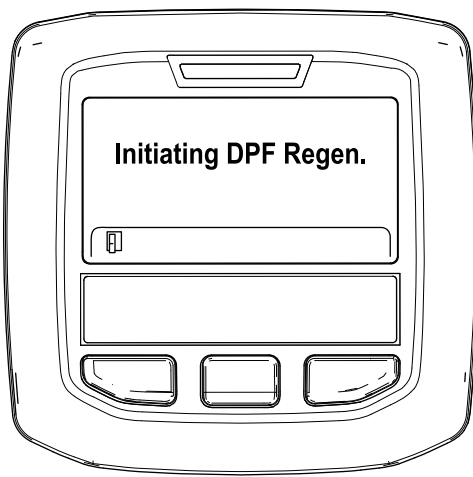

図 52
A. Initiating DPF Regen DPF 再生開始中というメッセージが表示される 図 52。